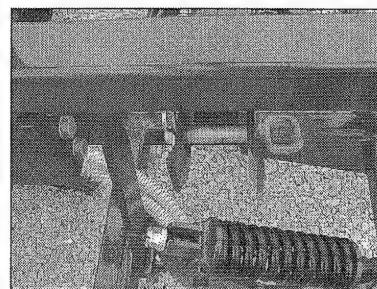

Fig. 11: Boulon de sécurité
2. Enlever les boulons de sécurité ( voir fig. 11).